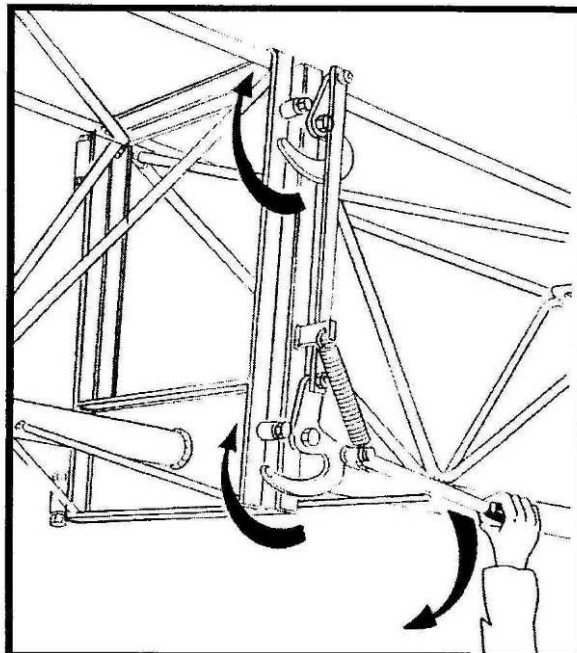

Abb. 12
- 10) Nachstellung erfolgt mit Hilfe der Exzenterocken der Schließhaken (Seite 11, Abb. 12). Zur Erleichterung der Bedienung wöchentlich abschmieren.